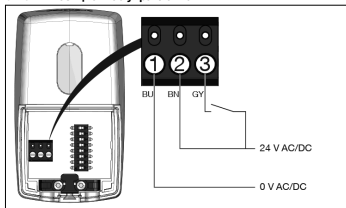

Рис. 10: Подключения для 2-позиционного управления
- привод перемещает шток в верхнее положение (см. поз. (1) на рис. 10), когда 24 В подается на положение/контакт (3).
- привод перемещает шток в нижнее положение, когда 24 В подается на позицию/контакт (2).